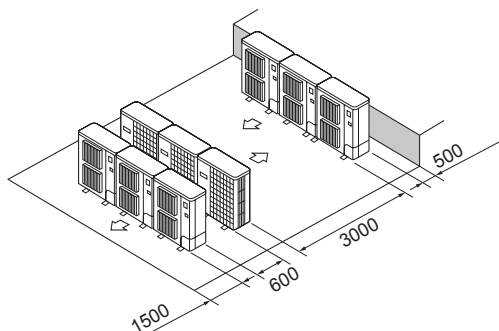

Fig. 2-17
- ⑥ Paralelné umiestnenie viacerých jednotiek (Fig. 2-17)